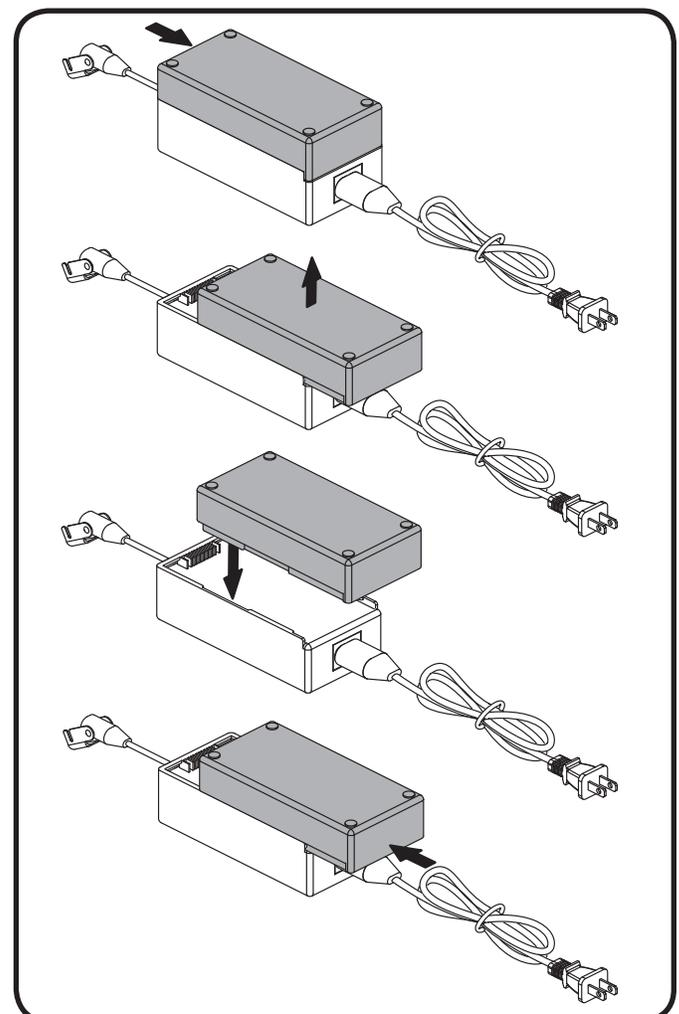

Figure 4.5 Reemplazo de la batería de iones de litio
2. Coloque el transformador externo de modo que la batería de iones de litio esté orientada hacia arriba (fig. 4.5).
5. Coloque la nueva batería de iones de litio sobre la parte externa transformador con los surcos de seguridad hacia el transformador externo (fig. 4.5).